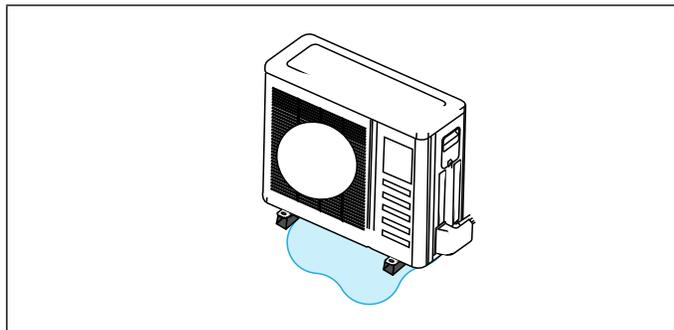

Figure 19. Éviter les dangers causés par le gel de l'eau de dégivrage
- Faire très attention à l'élimination de l'eau de dégivrage pour éviter que la glace empêche l'utilisation des allées ou crée un danger à proximité de l'unité extérieure comme illustré à la «Figure 19. Éviter les dangers causés par le gel de l'eau de dégivrage».